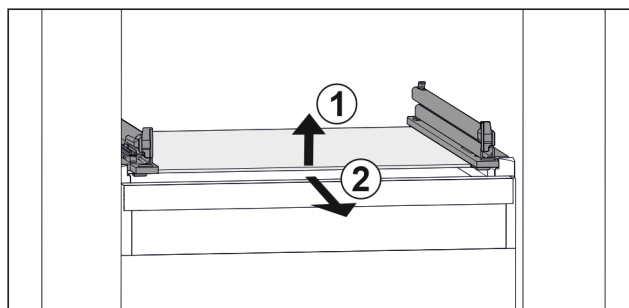

Fig. 72 Exempel på glashylla
- ▶ Lyft glashylla framtill. Fig. 72 (1)
- ▶ Ta ut glashylla framåt. Fig. 72 (2)